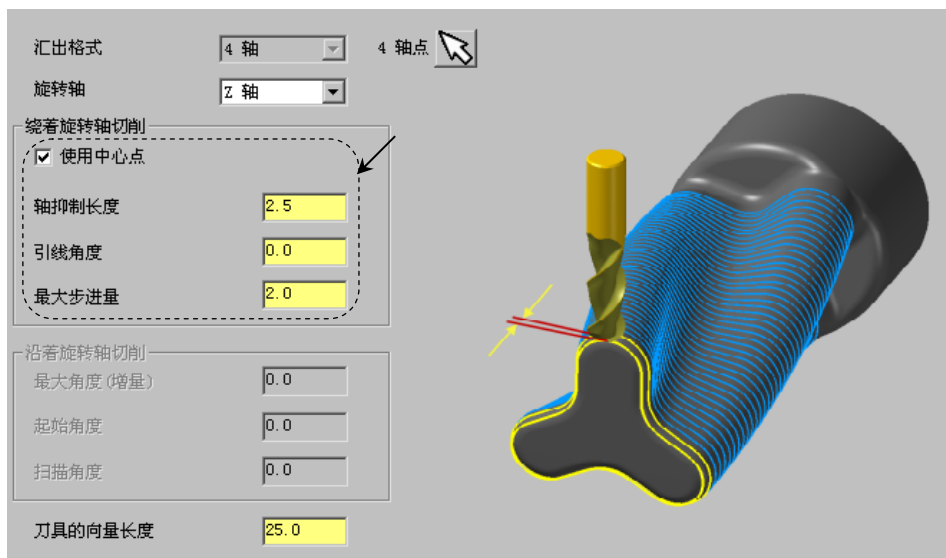

图 12.7.4 “刀具轴控制”参数设置界面
Step3. 设置刀具轴控制参数。在“多轴刀具路径 - 旋转五轴”对话框左侧的节点列表中单击**刀具轴控制**节点，系统切换到图 12.7.4 所示的刀具轴控制参数设置界面；单击按钮，选取图 12.7.5 所示的点作为 4 轴点，在**旋转轴**下拉列表中选择**Z 轴**选项，其他参数设置图 12.7.4 所示。